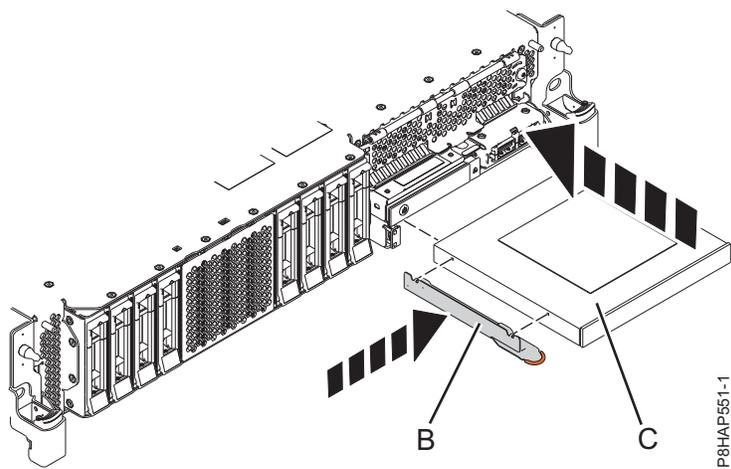
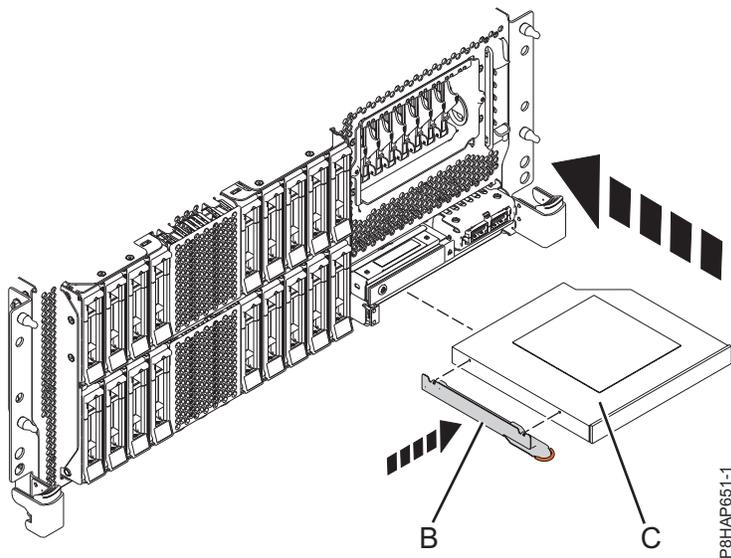
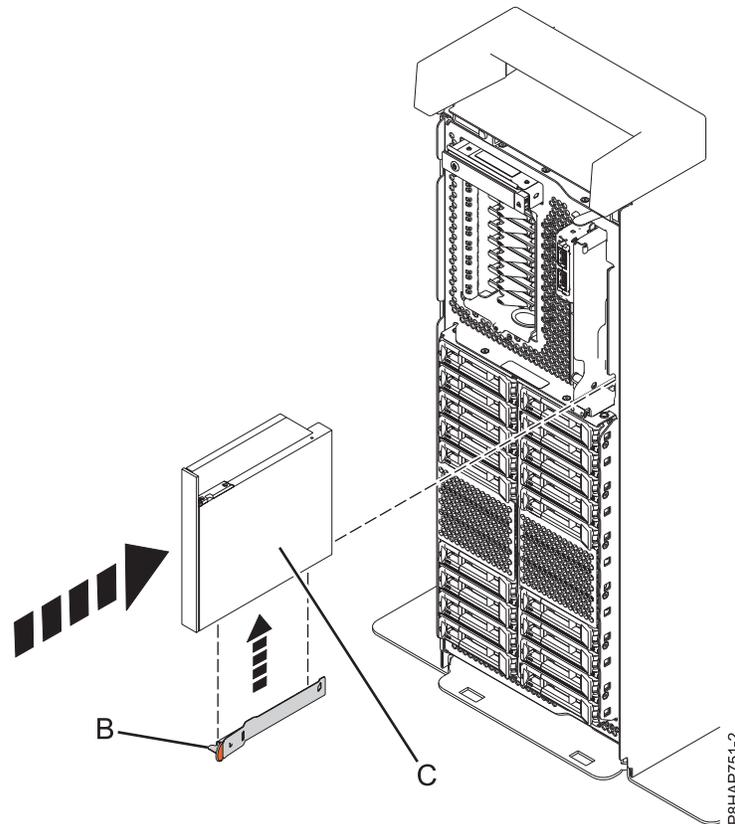

Figura 50. Substituir um Dispositivo de suporte Slimline num sistema 5148-21L, 5148-22L, 8247-21L, 8247-22L, 8284-21A ou 8284-22A
Figura 51. Substituir um Dispositivo de suporte Slimline num sistema montado em bastidor 8247-42L, 8286-41A ou 8286-42A
Figura 52. Substituir um Dispositivo de suporte Slimline num sistema autónomo
5. Obtenha o suporte de fixação (B) que removeu do Dispositivo de suporte Slimline avariado.
6. Anexe o suporte de fixação (B) ao novo Dispositivo de suporte Slimline, conforme demonstrado em Figura 50 na página 60 para um sistema 5148-21L, 5148-22L, 8247-21L, 8247-22L, 8284-21A ou 8284-22A, Figura 51 na página 60 para um sistema montado em bastidor 8247-42L, 8286-41A ou 8286-42A ou Figura 52 na página 61 para um sistema autónomo 8286-41A.
7. Alinhe o dispositivo de suporte Slimline (C) com o compartimento do suporte e apoie a parte inferior do dispositivo enquanto o desliza até estar meio dentro do sistema.
Para um sistema 5148-21L, 5148-22L, 8247-21L, 8247-22L, 8284-21A ou 8284-22A, consulte Figura 50, para um sistema montado em bastidor 8247-42L, 8286-41A ou 8286-42A, consulte Figura 51 ou para um sistema autónomo 8286-41A, consulte Figura 52 na página 61.